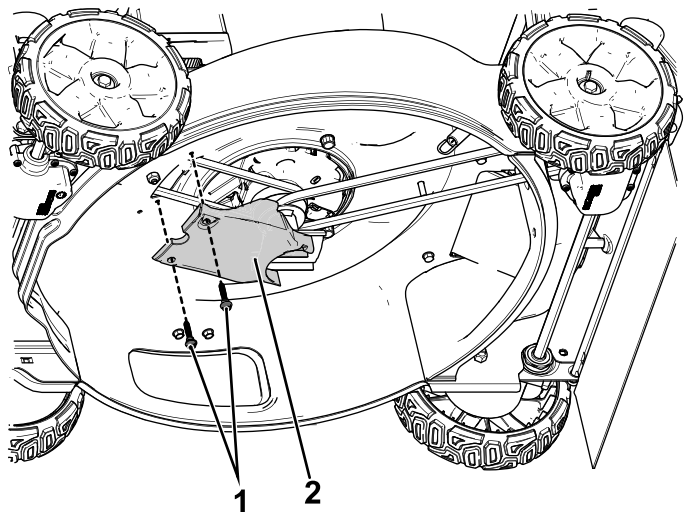

Figura 10
5. Apriete los 5 pernos que sujetan el deflector trasero (Figura 10).